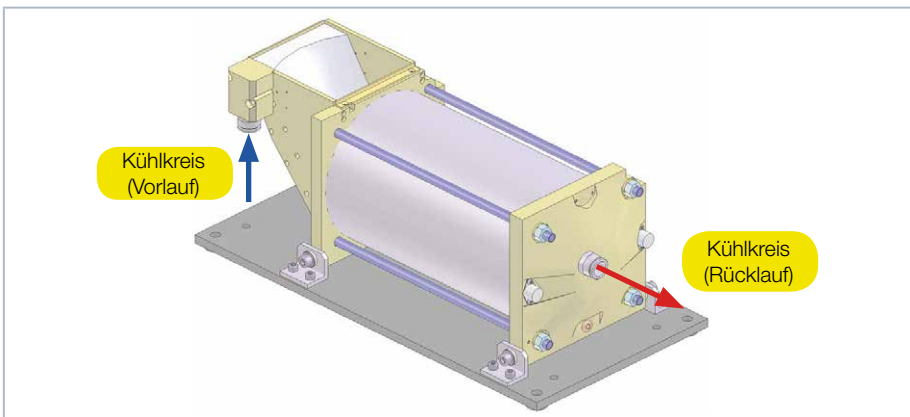

Abb. 6.2: Zwei ELSA-Steckverschraubungen (Push-In)
1. Verbinden Sie die 2 ELSA-Steckverschraubungen (Push-In) mit der bauseitigen Wasserversorgung (siehe Abb. 6.2 auf Seite 14).